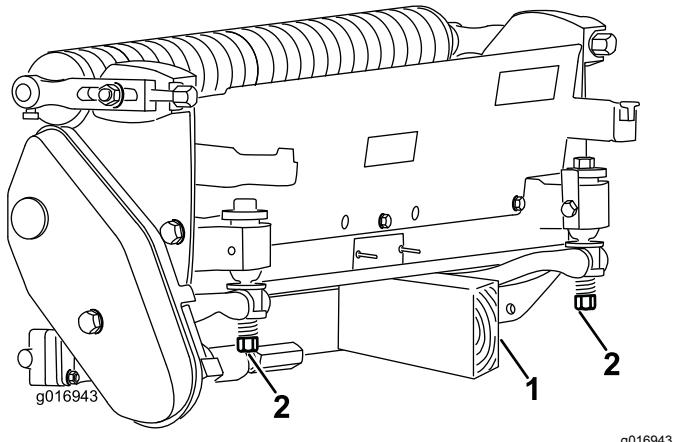

Bild 3
Wenn Sie das Mähwerk kippen, um an das Untermesser bzw. die Spindel zu gelangen, stützen Sie das Heck des Mähwerks ab, um sicherzustellen, dass die Muttern hinten an den Einstellschrauben des Untermesserträgers nicht auf der Arbeitsfläche aufliegen (Bild 3).
- Hinweis:** Stellen Sie sicher, dass die Muttern hinten an den Einstellschrauben des Untermesserträgers nicht auf der Arbeitsfläche aufliegen (**Bild 3**).
Wichtig: Wenn Sie das Mähwerk kippen müssen, um an das Untermesser bzw. die Spindel zu gelangen, stützen Sie das Heck des Mähwerks ab, um sicherzustellen, dass die Muttern hinten an den Einstellschrauben des Untermesserträgers nicht auf der Arbeitsfläche aufliegen (Bild 3).